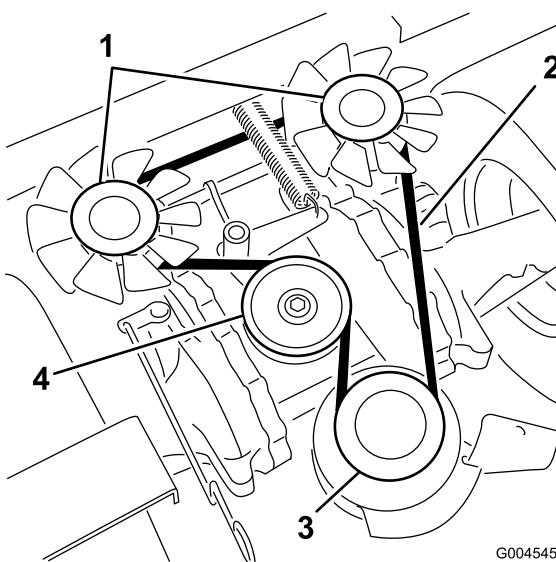

Figura 45
3. Para cambiar la correa, retire el perno del tope del embrague y desconecte el cable eléctrico del embrague (Figura 45).
4. Tire de la polea tensora para aliviar la tensión de la correa en la polea tensora (Figura 45).
5. Retire la correa de transmisión de la bomba de las poleas del motor y de la bomba hidráulica (Figura 45).
6. Instale la correa nueva alrededor de las poleas del motor y de la bomba hidráulica (Figura 45).
8. Libere la presión en la polea tensora tensada con muelle (Figura 45).